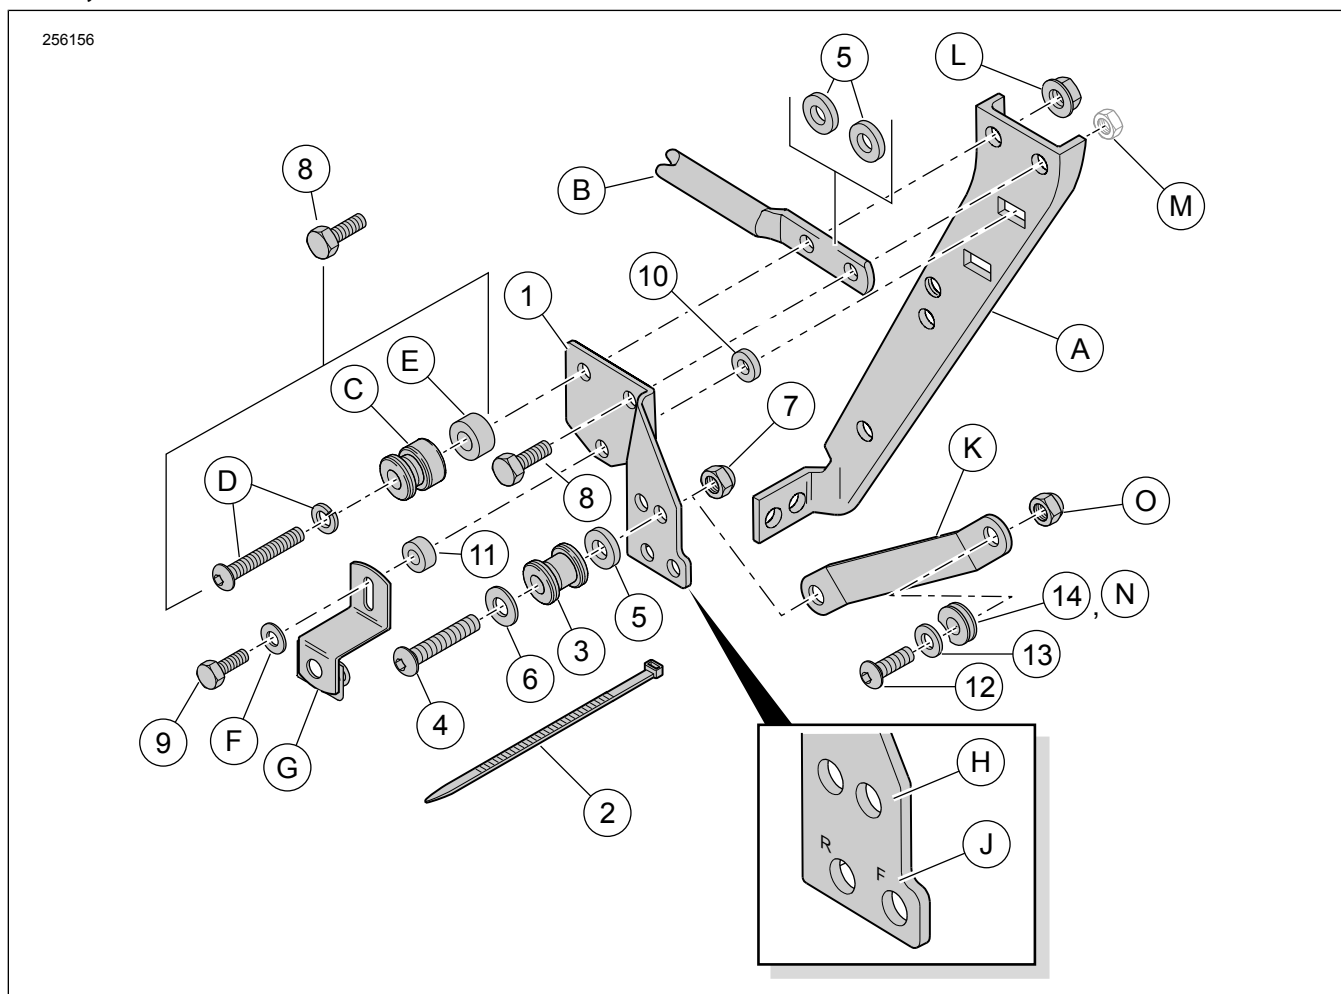
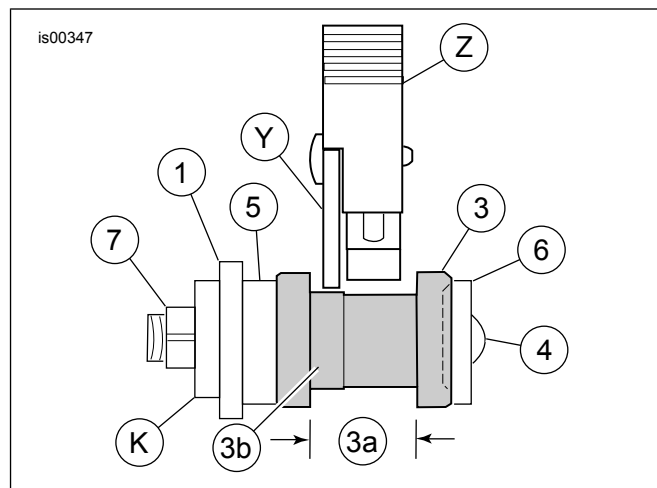

Figura 1. Conținut kit: Kit de fixare față instalat singur
Figura 7. Alinierea corectă de blocare în punctul de fixare
Consultați Figura 1 . Suporturile de montare punct de fixare frontal (1) sunt specifice fiecărei părți. Literele ștampilate lângă orificiile de mai jos trebuie să fie spre exterior și să identifice pozițiile față (F) și spate (R).
2. Fără kit de fixare spate: a se vedea Figura 1 . Instalați suportul de montare după cum urmează:
- Montați un 5/16-18 x 1 inch un șurub de (25 mm) lungime (8) în ambele orificii de sus.
- Montați un 1/8 x 1 inch distanțier (3,2 mm) grosime (5) pe fiecare șurub, între suportul de montaj (1) și Echipament original (OE) suportul genții (A).
3. Cu kit de fixare spate: a se vedea Figura 1 . Instalați suportul de montare după cum urmează:
- Montați 5/16-18 x 1 inch șurubul (25 mm) lungime (8) din kitul de fixare frontal (53803-06) în orificiul frontal superior din suport (1), li prin fața suportului (B) din kitul de fixare spate (53804-06), plasat între suportul de montare (1) și consola originală a suportului genții (A).
- Montați 5/16-18 x 2-1/4 inch un șurub lung (57 mm) și șaiba de fixare (D), punctul de fixare (C), și 0,386 distanțier de (9,8 mm) grosime (E) din kitul de fixare spate (53804-06) în orificiul superior din spate al suportului (B) din kitul de fixare (53804-06), plasat între suportul de montare (1) și consola originală a suportului genții (A).
4. Consultați Figura 1 și Tabelul 2 . Instalați suportul spate al genții.
- Inserați un șurub 1/4-20 (element 9, lungime este 1 în. sau 7/8 în. în funcție de model) prin șaiba (F) și slotul din suportul de montare al genții (G).
- Pentru modelele FLHR, FLHT sau FLTR:** inserați firele prin orificiul de jos al suportului de fixare (1), direct sub șuruburile instalate anterior.
- Pentru modelele FLHRC sau FLHRS:** Așezați 9/16 distanțierul de (14,3 mm) grosime (11) pe filetele șurub și Inserați firele prin orificiul de jos al suportului de fixare (1), direct sub șuruburile instalate anterior.
- Consultați Figura 7 și Figura 1 . Așezați o șaibă (6) pe filetul unui șurub cu cap buton (4) din acest kit.
- Plasați un punct de fixare (3), orientat așa cum se arată, peste filetul șurubului, urmat de un distanțier (5).
- Pentru modelele 1994-1996:** prin gaura cea mai din spate (H) din suportul de montare (1).
- Pentru modelele 1997 și ulterioare:** prin gaura din față (H) din suportul de montare (1).
- Insetați filetul șurubului prin gaura mai mare din consolă (53805-99, piesa K, parte din kitul Rack sau Sissy Bar în poziție verticală) și fixați ușor cu o piuliță de fixare (7).